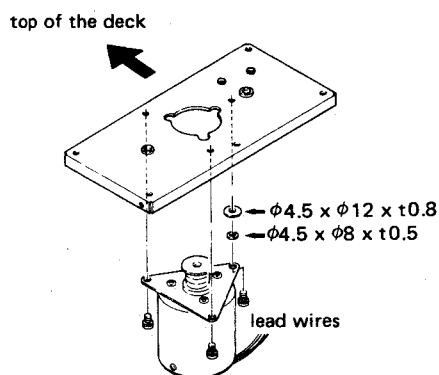

Fig. 2-1 Capstan motor replacement
1. キャプスタン・モータを交換する場合は、図2-1の矢印が示すワッシャの取付け位置に注意すること。